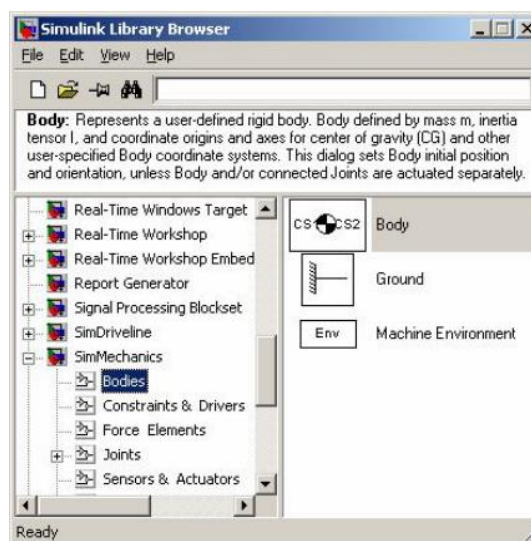

Рис. 8.6. Блоки твердых тел Bodies
- масса тела (Mass) (рис. 8.6), которая может быть выражена в различных единицах (имеется выпадающий список, по умолчанию стоят килограммы);